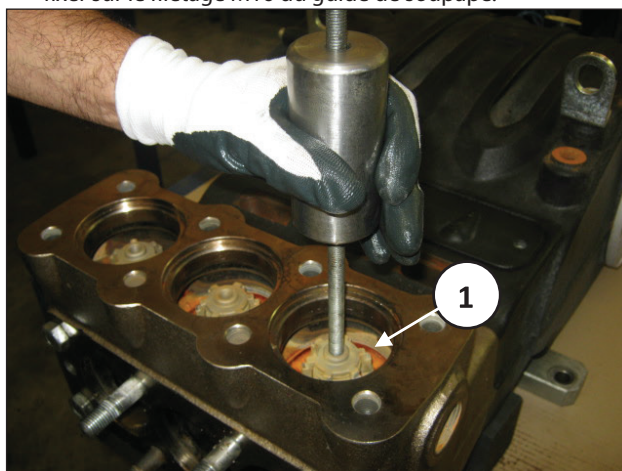

Fig. 107
- D) Extraire l'ensemble guide de soupape de refoulement à l'aide d'un extracteur à inertie (réf. 27516400) à appliquer sur le trou M10 du guide de soupape (rep. ①, Fig. 107) ou, en complément, un adaptateur M10-M16 (réf. 25089700) à fixer sur le filetage M16 du guide de soupape.